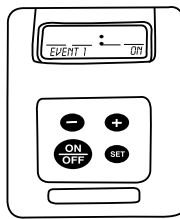

FIG. 3
1) Después de ajustar la hora, oprima una vez el botón SET (Ajuste). La pantalla mostrará ahora el modo EVENT 1 ON (Evento 1 encendido). Aparecerá "EVENT 1 ON" intermitentemente en la pantalla en blanco. (Véase la Fig. 3)